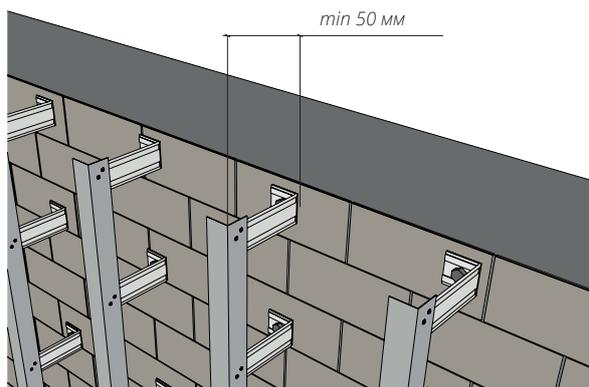

Рисунок 15. Обрешетка НФС Grand Line
**9.6** Вентиляционный канал – «вентзазор» – должен быть не менее 50 мм (рис. 15 -16).